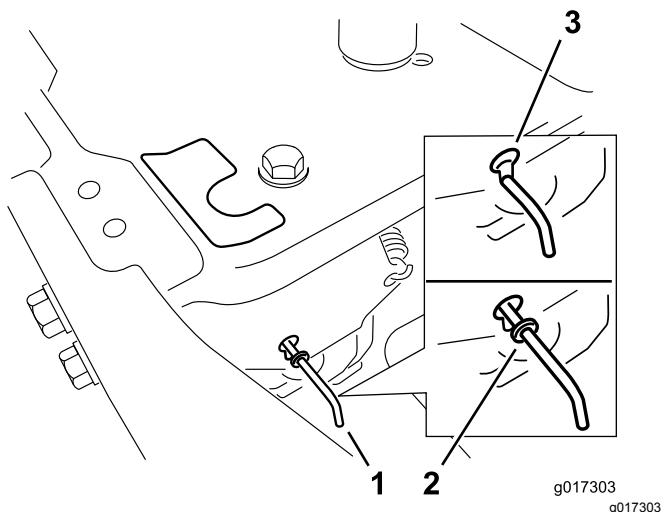

Figure 21
4. Déplacez les leviers de dérivation en avant dans l'encoche en trou de serrure, puis vers le bas pour les verrouiller en position (Figure 21).
Déplacez les leviers de dérivation en arrière dans l'encoche en trou de serrure, puis vers le bas pour les verrouiller en position, comme montré à la Figure 21.